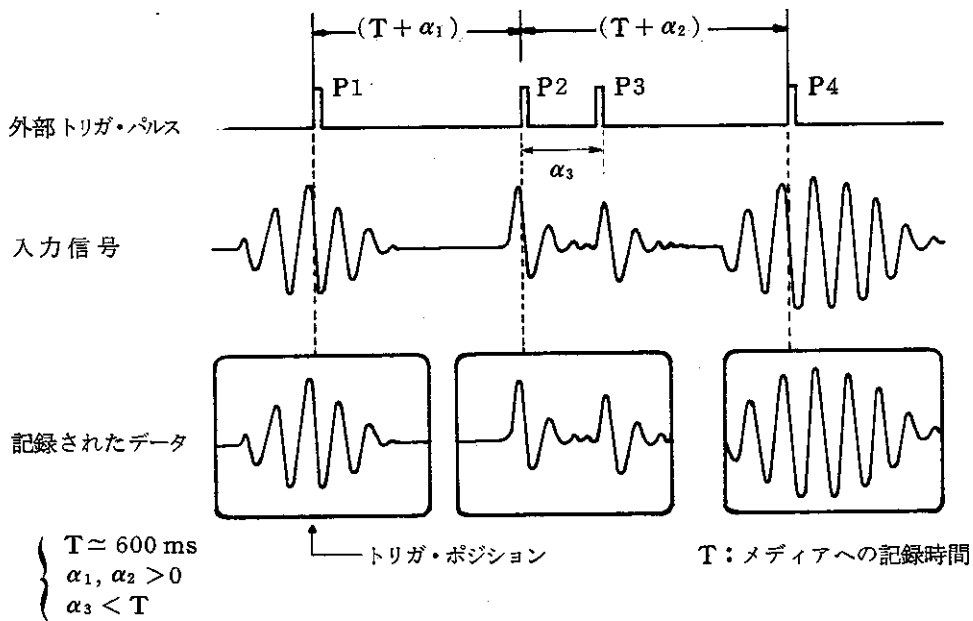

図 6-83 "AUTO ARM"モード("TRIGGER SOURCE EXT")
〔図 6-83〕は、“**AUTO ARM**”モードにおいて、入力信号によるトリガ・モードを **TR9405** の背面パネルにある **EXT. TRIGGER** 端子からパルス信号を使用して〔図 6-82〕と同様のアプリケーションを実行した例です。
このときのデータの取込みタイミングは、〔図 6-82〕に示すタイミングと同様であり、トリガ・ポイントが外部のパルス信号で与えられたと同様のタイミングが得られます。したがって、メディアへの記録時間 (T) より繰返しの早い外部パルス信号は受けつけられません。〔図 6-83〕の例では、外部パルス P3 は P2 との間隔が (T) より小さいため無視され、P4 でデータを取込んでいます。
〔図 6-82〕および〔図 6-83〕は、測定入力信号または外部パルス信号によってデータ記録のタイミングを発生しましたが、“**SYSTEM TRIG.**”モードは **GP-IB** を装備しているパーソナル・コンピュータ、ディスク・トップ・コンピュータやコントローラからの“**WT**”コマンド (Write Trigger Command) によって、そのタイミングを発生します。